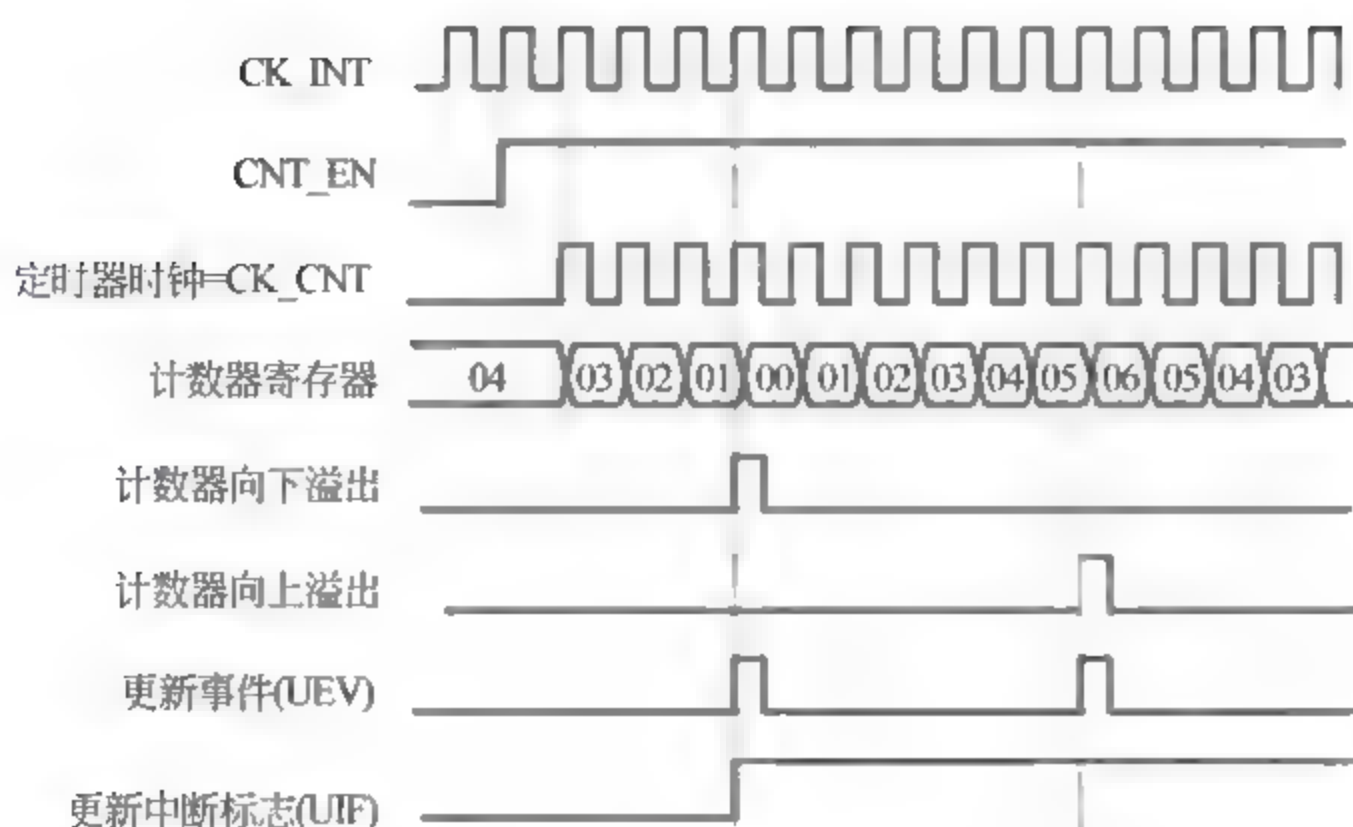

图 7-8 中央计数模式
(3) 中央对齐模式: 在中央对齐模式,计数器从 0 开始计数到自动加载值-1,即 TIMx_ARR-1,产生一个计数器上溢事件,然后向下计数到 1 并且产生一个计数器下溢事件,然后再从 0 开始重新计数。计数的方向由硬件寄存器指示,可以在每次计数上溢和每次计数下溢时产生更新事件,然后,计数器重新从 0 开始计数,如图 7-8 所示。